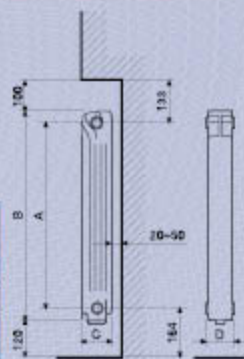

Рис. 1
4.3. Для оптимальной теплоотдачи при установке радиатора необходимо обеспечить следующие минимальные расстояния (см. рис. 1):